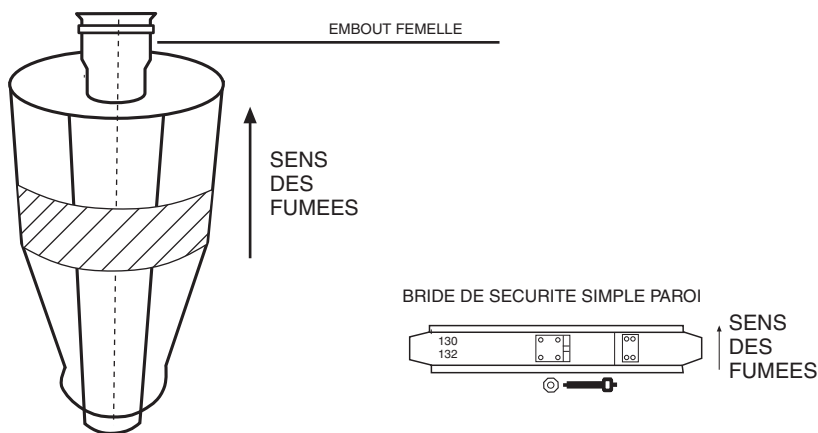

FIG. 1
Les produits COAX/CLV en pression positive sont réalisés avec un système de raccords formés de type male/femelle avec nervure auto-centrant et anti-écrasement comme dans le schéma de la fig.1. Le positionnement du joint d'étanchéité en silicone dans le logement approprié situé à l'intérieur de l'embout femelle, garanti l'étanchéité.
- Installer les éléments suivant le sens des fumées indiquées sur l'élément par une flèche, ou bien avec l'embout femelle (de la partie en contact avec les fumés) orienté vers le haut (voir. fig. 1)